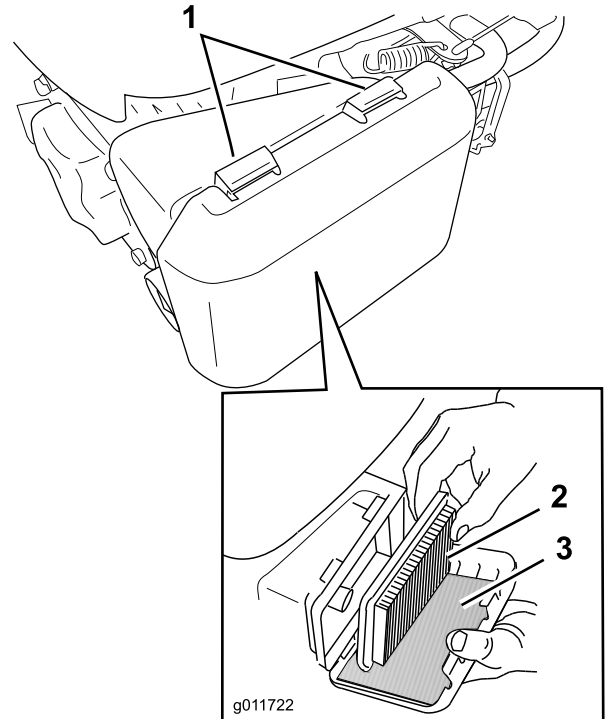

Figura 20
1. Presione hacia abajo los cierres de la parte superior de la tapa del limpiador de aire (Figura 20).
3. Retire el filtro de aire de papel y el pre-filtro de gomaespuma (Figura 20).